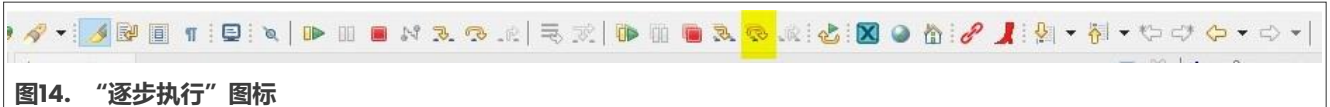

图14. “逐步执行”图标
10. 现在，应该能够逐步执行代码了。点击工具栏中的“逐步执行”（Step Over）选项，见图14。